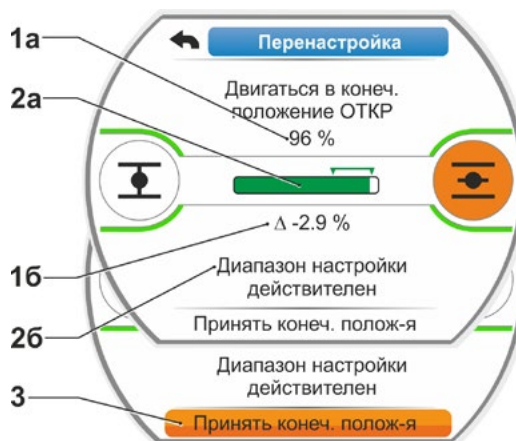

Рис. 4: Принять новое конечное положение
7. Установите оранжевую полосу на 'Принять конечное положение' (рис. 4, поз. 3) и нажмите кнопку Drive Controller для подтверждения. Появится сообщение, подтверждающее успешную перенастройку.